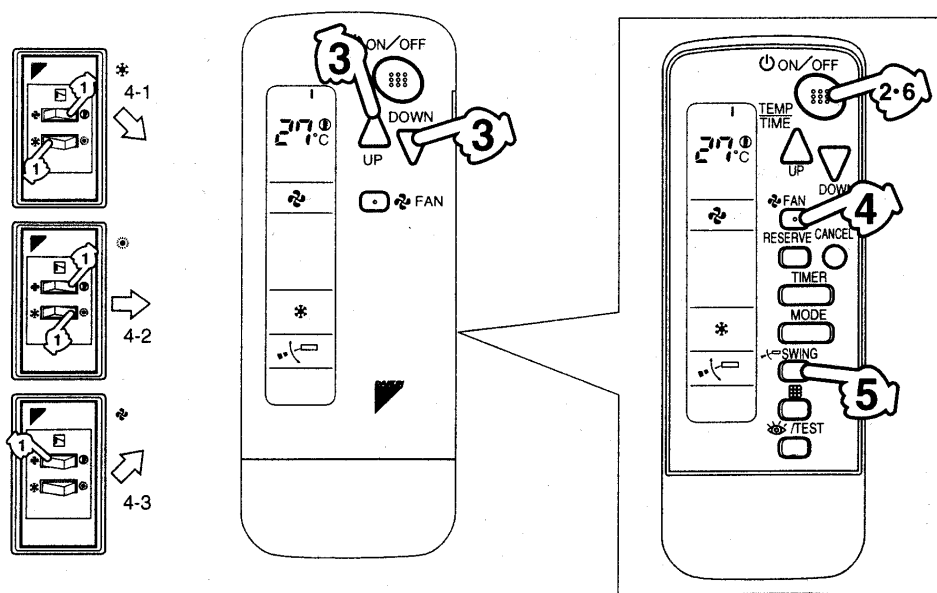

Рис. 4
**1** Выберите режим работы с помощью **переключателя дистанционного управления** режимами **ОХЛАЖДЕНИЕ/НАГРЕВ**, находящегося на внутреннем блоке. Необходимые для этого операции указаны на рис. 4.